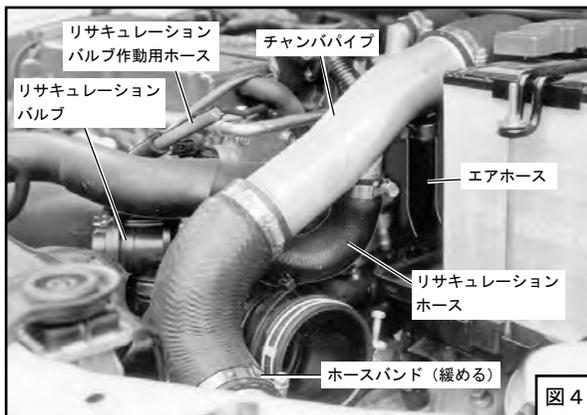

図4
- (7) エアホース・リサキュレーションホース・チャンバパイプのホースバンドを緩め、チャンバパイプを外してください。(図4)
- (8) リサキュレーションバルブ作動用ホース・リサキュレーションバルブを外してください。(再使用します)(図4)